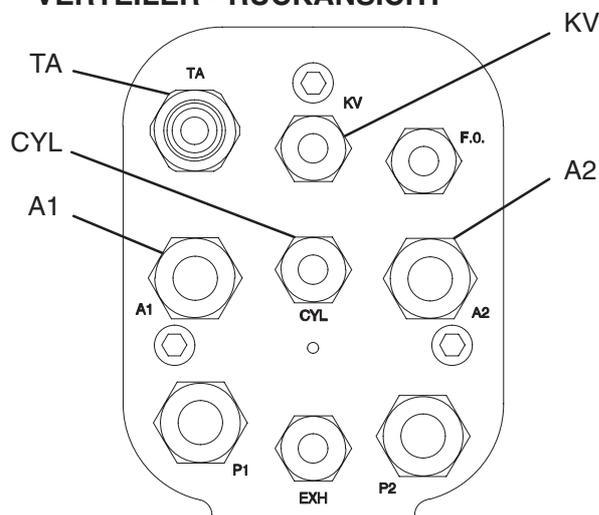

Abb. 10
Die Pistolenfunktionen werden durch die Verwendung eines Luftmagnetventils an den Luftzufuhrleitungen von Zylinder (CYL), Turbine (TA) und KV-Schalter (KV) ein- und ausgeschaltet. Siehe Abb. 10 für die Verbindungen am Pistolenverteiler.